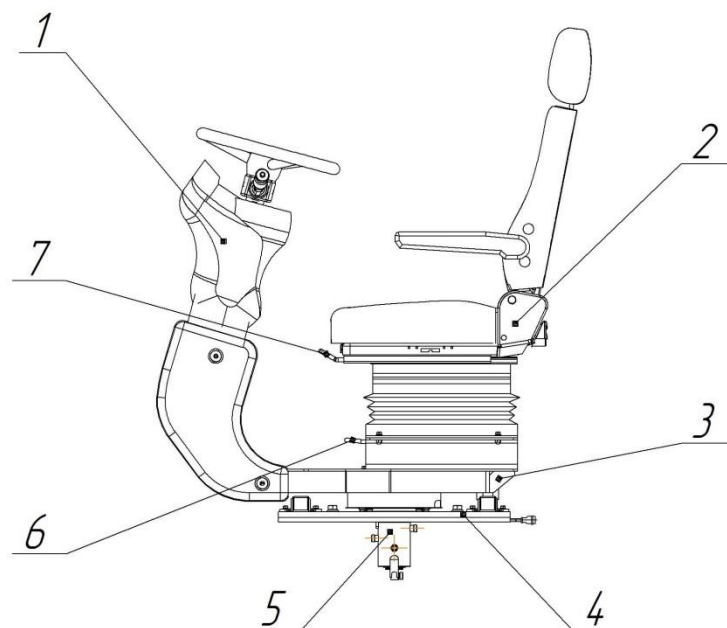

Рис. 13 Реверсивный пост управления
В состав реверсивного поста управления (рис. 13) входят:
– потянуть рукой за рукоятку 6 (рис.13) и развернуть пост управления на 180°. Разворот производить влево, если водитель сидит лицом к ковшу, и вправо, если водитель сидит лицом к бульдозерному отвалу. По окончании разворота поворотная платформа стопорится в ограничителе, при этом от упора срабатывает датчик (при развороте в сторону бульдозерного отвала) и на панели управления и контроля (рис. 11) загорается сигнальная лампа 16 "РЕВЕРС", сигнализирующая о готовности к работе электрооборудования машины в режиме заднего хода.
Сиденье водителя (рис. 13) - регулируемое: по высоте, по углу наклона спинки в продольном направлении и в зависимости от массы водителя.